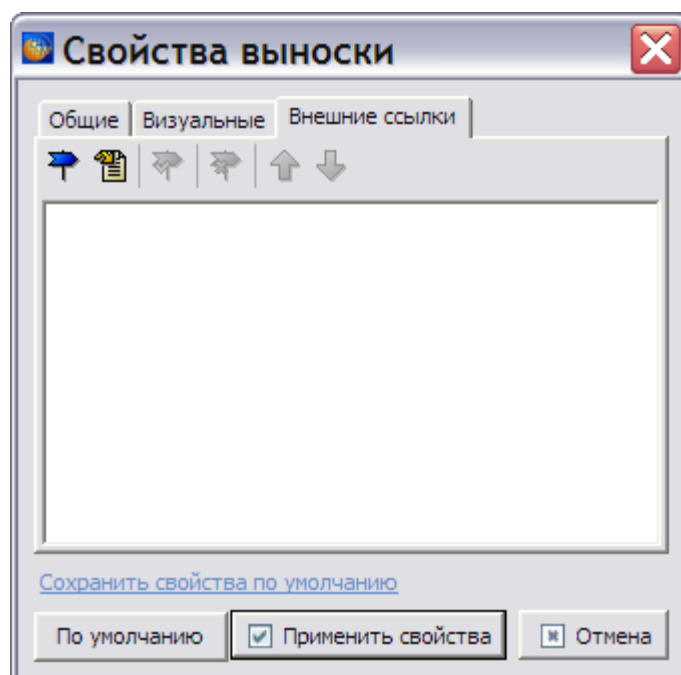
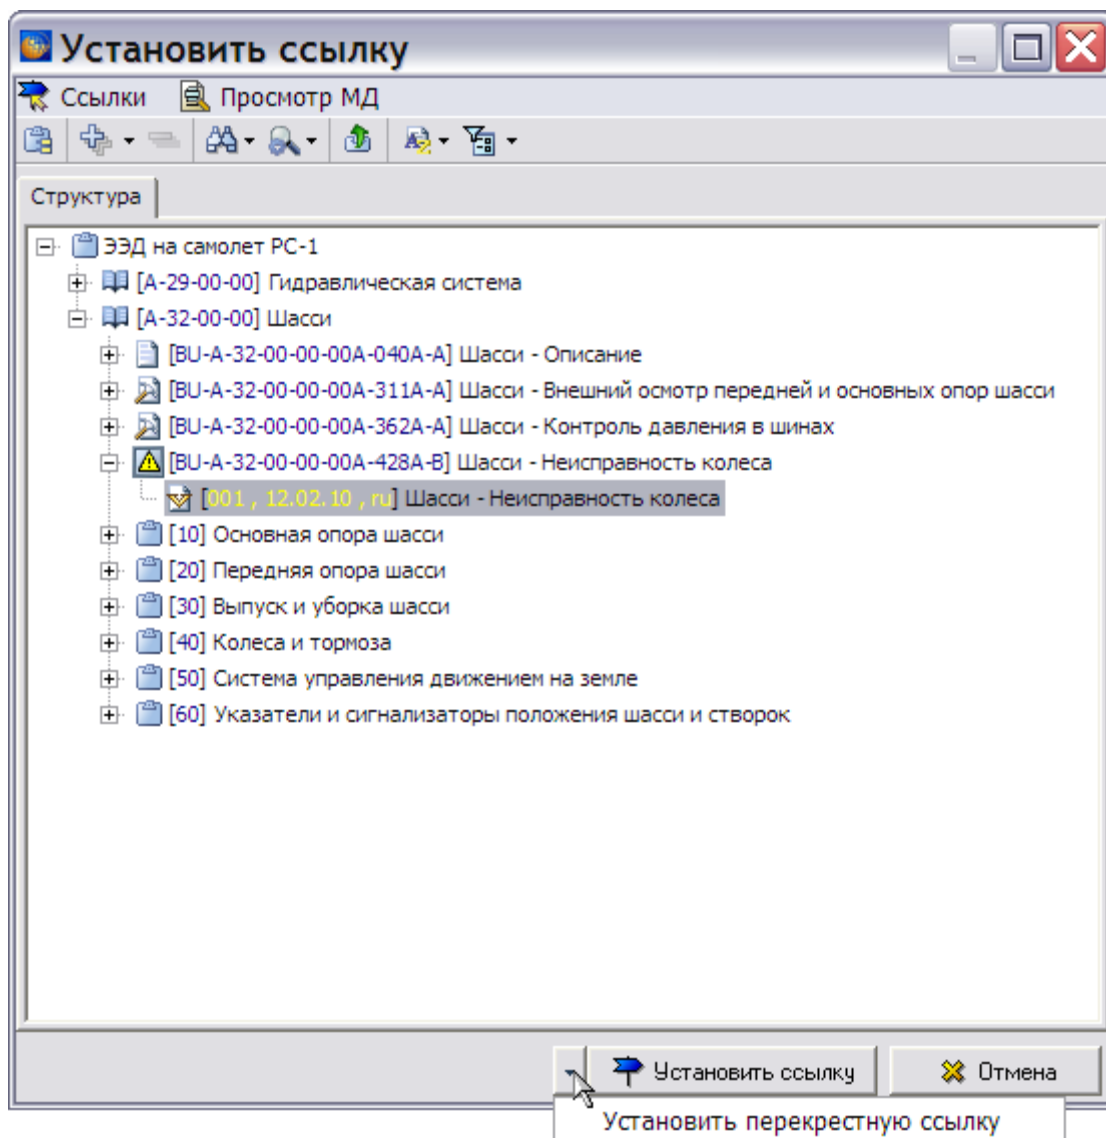

Рис. 5.152
Рис. 5.154
На вкладке **Внешние ссылки** можно установить/снять/изменить внешнюю или перекрестную ссылку для выноски, например на МД с описанием составной части какого-либо агрегата (Рис. 5.152).
3. В окне **Свойства выноски** перейдите на вкладку **Внешние ссылки** (Рис. 5.152).
4. Нажмите на кнопку **Добавить** . После этого откроется окно **Установить ссылку** (Рис. 5.154). (Для установки перекрестной ссылки в окне **Свойства выноски** нажмите на кнопку **Добавить перекрестную ссылку**  - Рис. 5.152).